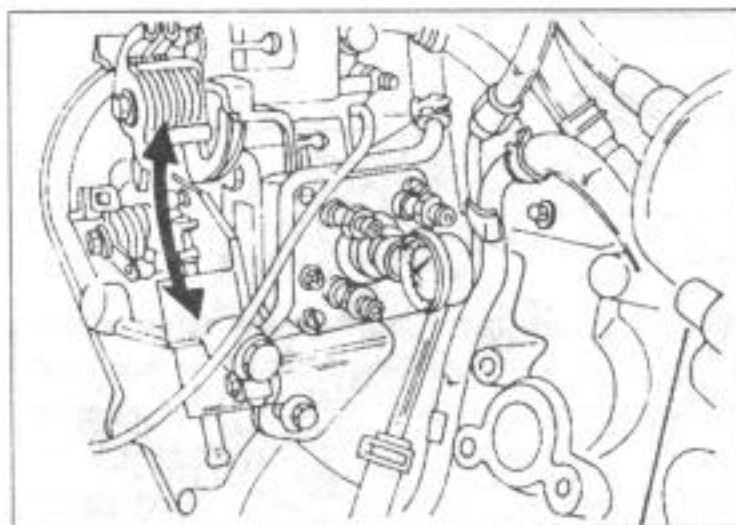

Рис.152.
- Насос в соответствии с направлением стрелки на рис.152 повернуть, пока при контроле с помощью стрелочного индикатора не будет достигнута величина в 1,0 мм.